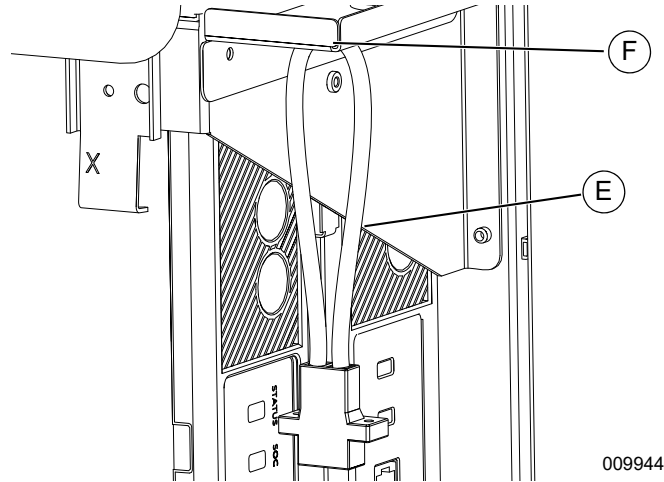

Figura 4-36. Puentes en bucle sin usar
4. Consulte la **Figura 4-36**. Amarre los puentes en bucle (E) a la ranura del deflector de la canalización (F) para uso a futuro.